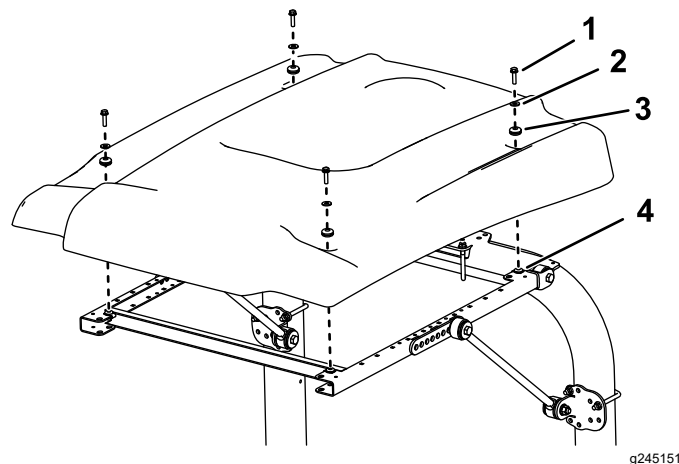

図 35
15. 図 35 に示すようにサンシェードをフレームに載せて、取り付け穴を整列させる。
16. サンシェードの各コーナー部をフレームに仮止めするフランジヘッドボルト $\frac{5}{16}$  x  $\frac{1}{4}$ "1本、小さいワッシャ1枚、ハトメ1個を使用する図 35。